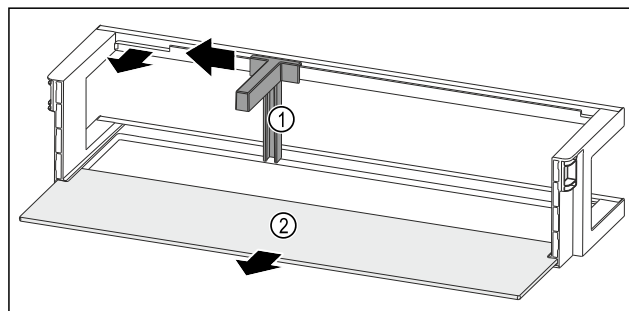

Fig. 65 Дверная полка с держателем для бутылок и съемной полкой
- ▶ Сместите держатель для бутылок Fig. 65 (1) до выемки в сторону.
- ▶ Извлеките держатель для бутылок Fig. 65 (1).
- ▶ Извлеките съемную полку Fig. 65 (2).